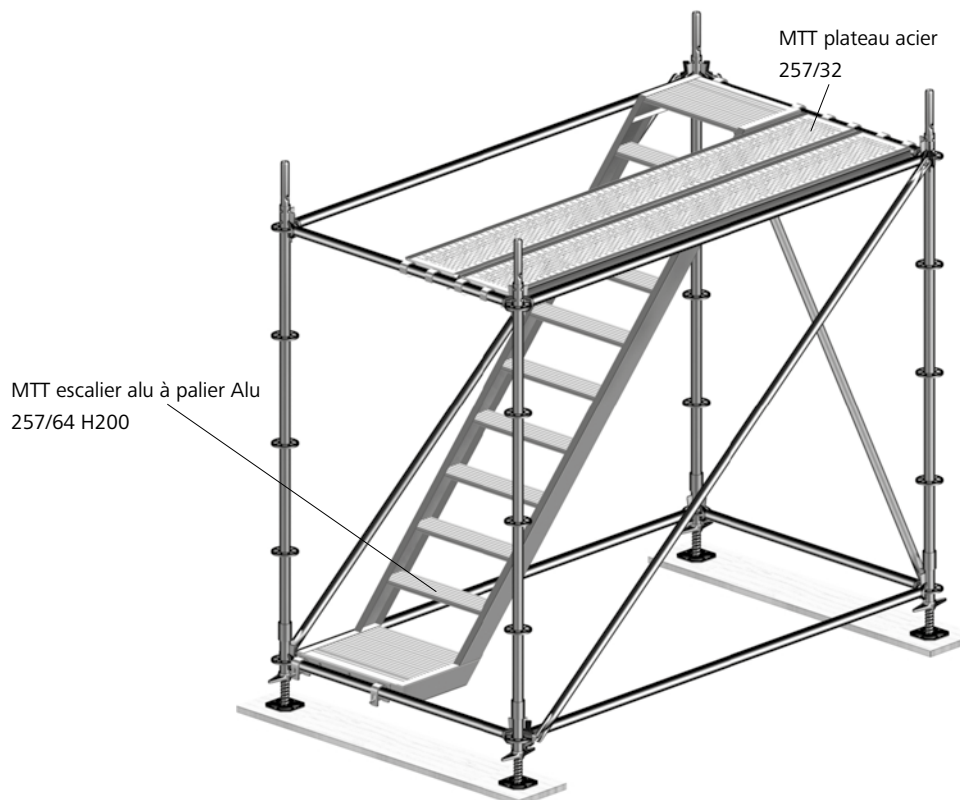

Fig. 10.3
13. Poser l'escalier alu à palier Alu MTT sur les lisses, verrouiller le système anti-soulèvement (Fig. 10.3).